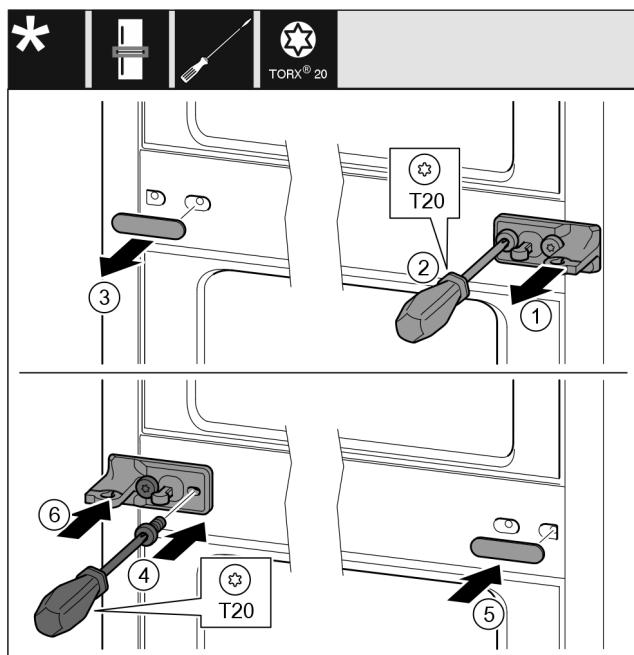

Fig. 31
- Stáhněte podložku. Fig. 31 (1)
- Šroubovákem T20 vyšroubujte šrouby. Fig. 31 (2)
- Opatrně stáhněte kryt. Fig. 31 (3)
- Stojan ložiska s folií otočený o 180° pevně přišroubujte na druhé straně. Fig. 31 (4)
- Kryt otočený o 180° namontujte na druhé straně. Fig. 31 (5)
- Zepředu nasuňte podložku. Fig. 31 (6)